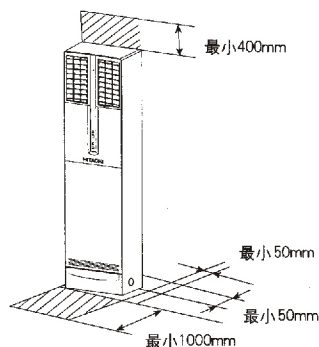

图1 操作空间
- (1) 室内机周围应留有足够空间，否则会妨碍室内机气流流通及日后的维修工作，如图1所示。